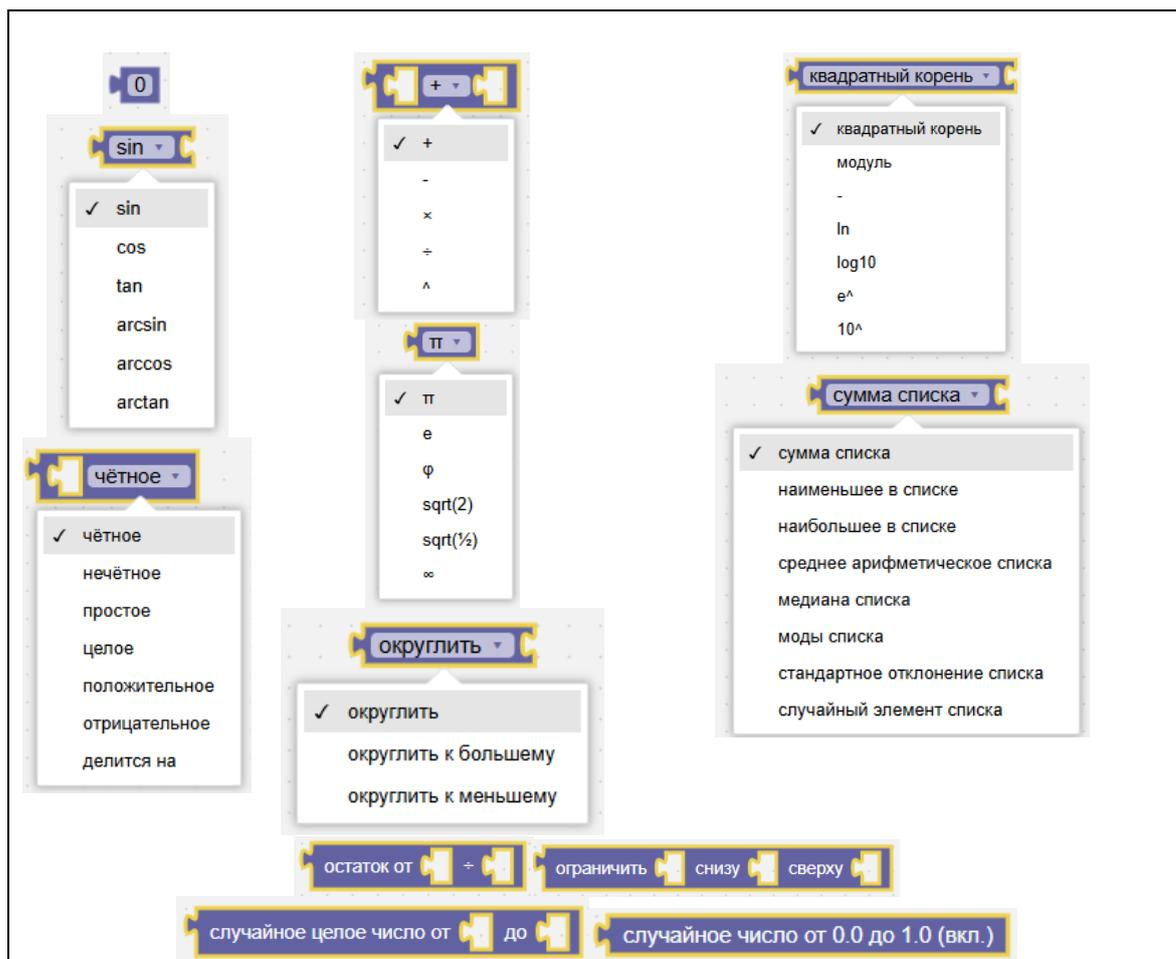

Рисунок II-16 – Блоки «Математика»
2. «Математика» – вычисления, формулы (см. Рисунок II-16).